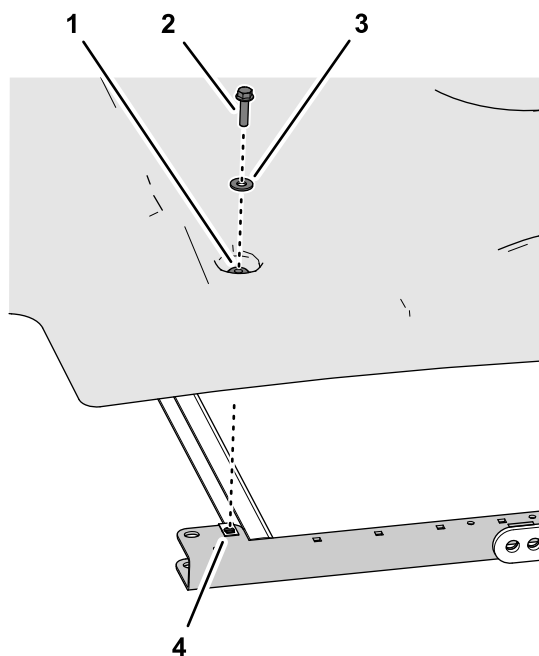
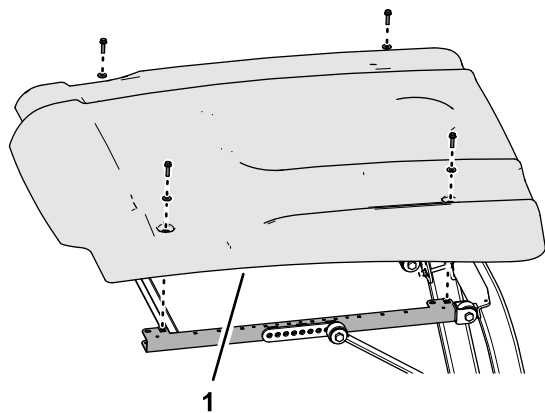

Figure 2
Figure 1
2. Déposez le pare-soleil de la machine (Figure 1).
1. Retirez les 4 boulons à embase (5/16" x 1¼") et les 4 rondelles (5/16") qui fixent le pare-soleil aux profilés latéraux du cadre (Figure 1 et Figure 2).